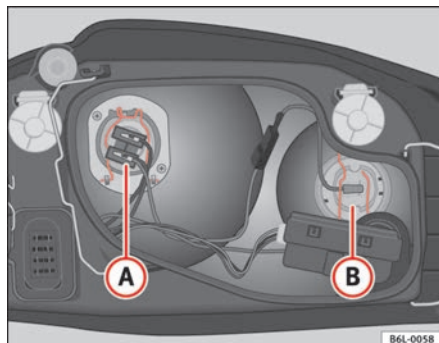

Fig. 145 Lámpara luz de carretera
- Extraiga el conector del cable de la lámpara ⑧ ⇒ fig. 145